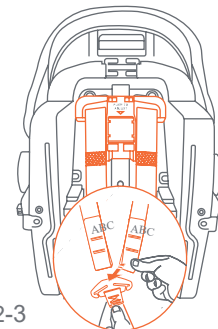

Fig. 32-3
6. Gire boca abajo la sillita. Busque la placa de ajuste del cinturón cerca de la parte inferior de la silla (Fig. 32-3). Retire ambas Correas del arnés de la Placa de ajuste del cinturón.